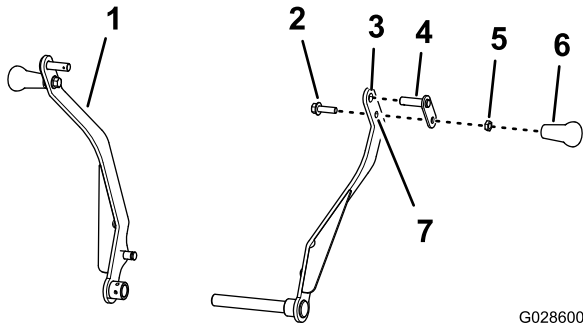

Figura 5
1. Montate un perno di articolazione attraverso il foro superiore del braccio della base (Figura 5).
3. Montate il bullone (3/8 x 1-1/4 poll.) attraverso il foro inferiore del braccio della base e il fermo del perno di articolazione (Figura 5) con il controdado (3/8 poll.) e serrate il controdado a 15-17 N m.
4. Avvitare la stegola sul bullone (3/8 x 1-1/4 poll.) e serrare la stegola contro il controdado stringendo manualmente (Figura 5).
5. Ripetete le voci da 1 a 4 sull'altro braccio della base (Figura 5).